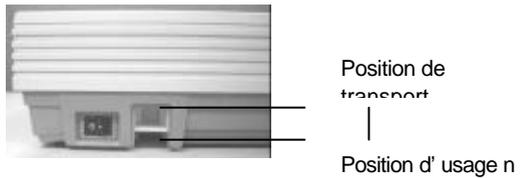

Figure 2-1 Déverrouiller le bouton de transport
- ii). Déverrouillez le scanner en mettant le bouton de transport qui se trouve en bas du scanner dans la position “Déverrouillé” (voir figure 2-1).